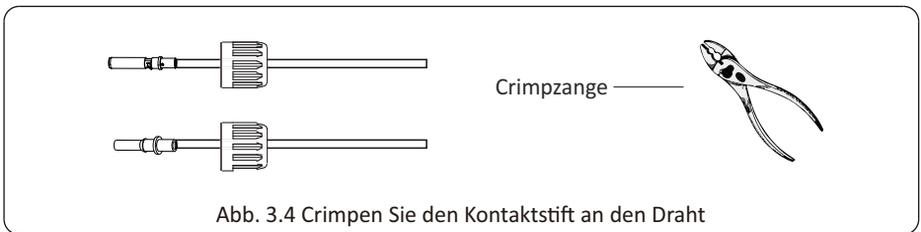

Abb. 3.4 Crimpen Sie den Kontaktstift an den Draht
b) Aufcrimpen der Kontaktpins mit einer Crimpzange (Bild 3.4).
- b) Crimpen Sie die Metallklemmen mit einer Crimpzange wie in Abbildung 3.4 gezeigt.b)